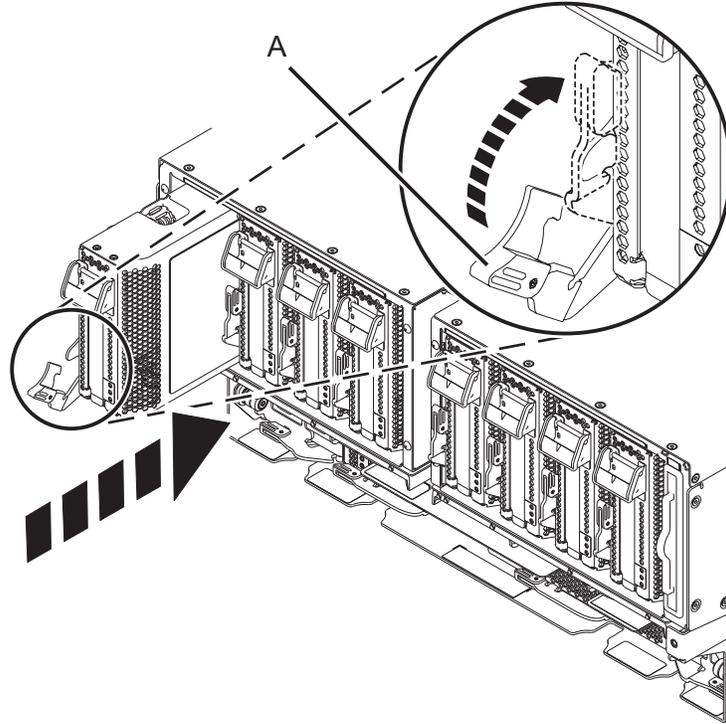

Figura 21. Instalar uma cassetete do adaptador PCIe no sistema
- a. Com a pega da cassete (A) na posição de aberto, segure no adaptador com cuidado pelas extremidades e, em seguida, alinhe a cassete do adaptador com a ranhura. Consulte Figura 21 na página 21.
- c. Quando a cassete estiver totalmente inserida na ranhura, rode a pega terracota da cassete (A) na direção mostrada na Figura 21 na página 21, para bloquear a cassete do adaptador na ranhura.